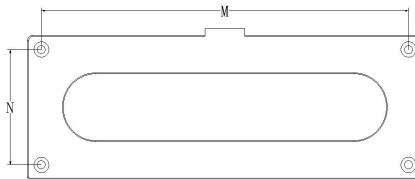
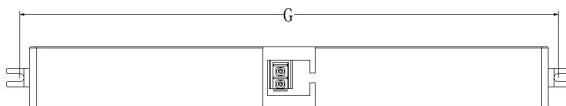

图 9 第一种方式螺钉安装
图 10 第二种方式螺钉安装
(3) CTZH62F-3060 有两种方式, 第一种方式安装尺寸如下图 9 所示, 单位 (mm); 第二种方式安装尺寸如下图 10 所示, 单位 (mm)。